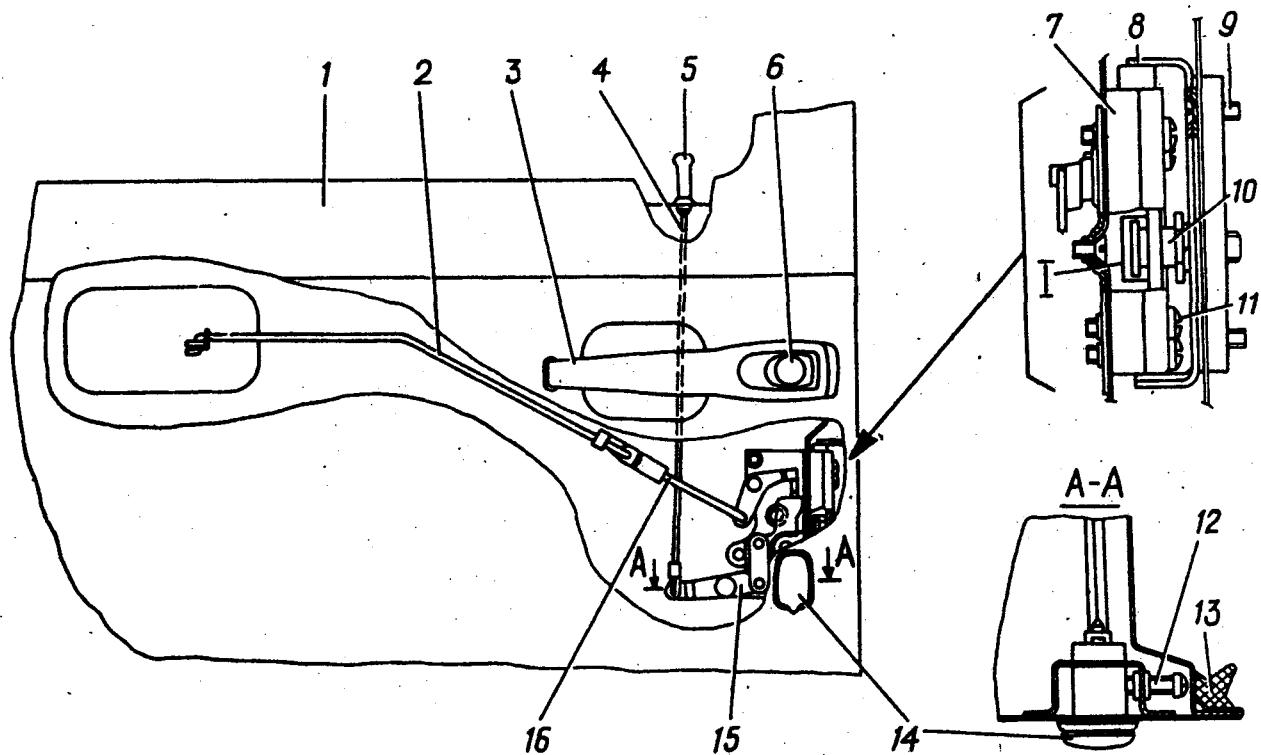

Рис. 150. Замок двери:
3. Отвернуть на торце двери четыре винта 11 (рис. 150) крепления запорного механизма и снять его.
- 4. Отжать уплотнитель 13 (рис. 150) двери, отвернуть винт 12 крепления выключателя замка на 3-5 оборотов и вынуть выключатель замка двери 14.**
После регулировки положения фиксатора и штига фиксатора проверить работу замка двери. Для правильной работы необходимо, чтобы корпус запорного механизма перемещался по нижней части фиксатора, а паз I (рис. 150) на корпусе запорного механизма совмещался с шипом фиксатора 10.